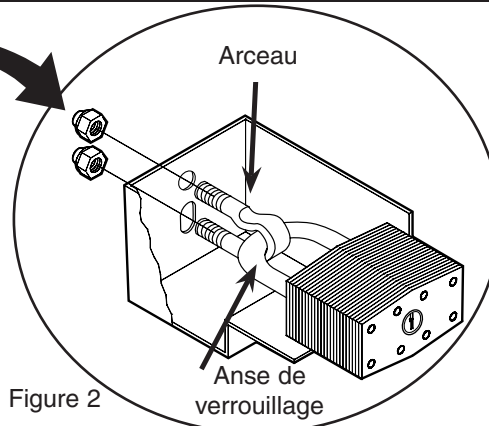

Figure 2
3. Glissez l'arceau dans les deux trous à l'arrière du logement du verrou (figure 2).